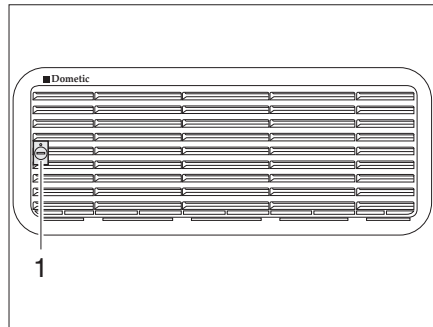
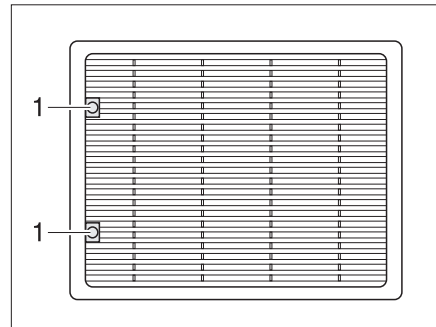

Fig. 130 Grille d'aération du réfrigérateur (Dometic petit)
Fig. 131 Grille d'aération du réfrigérateur (Dometic grand)
- Tourner la vis (Fig. 130,1 ou Fig. 131,1) d'un quart de tour à l'aide d'une pièce de monnaie.